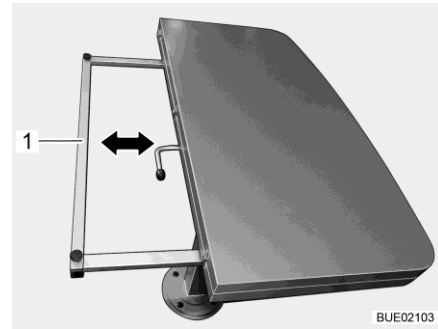

Fig. 126 Reducir el tamaño del tablero de la mesa
- Sujetar ambos lados del marco de apoyo (Fig. 126,1) e insertarlo uniformemente hasta el tope debajo del tablero de la mesa.